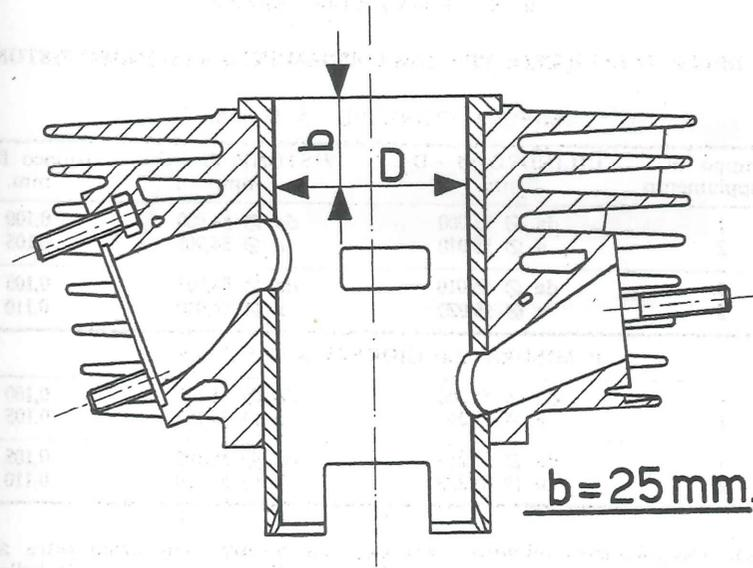
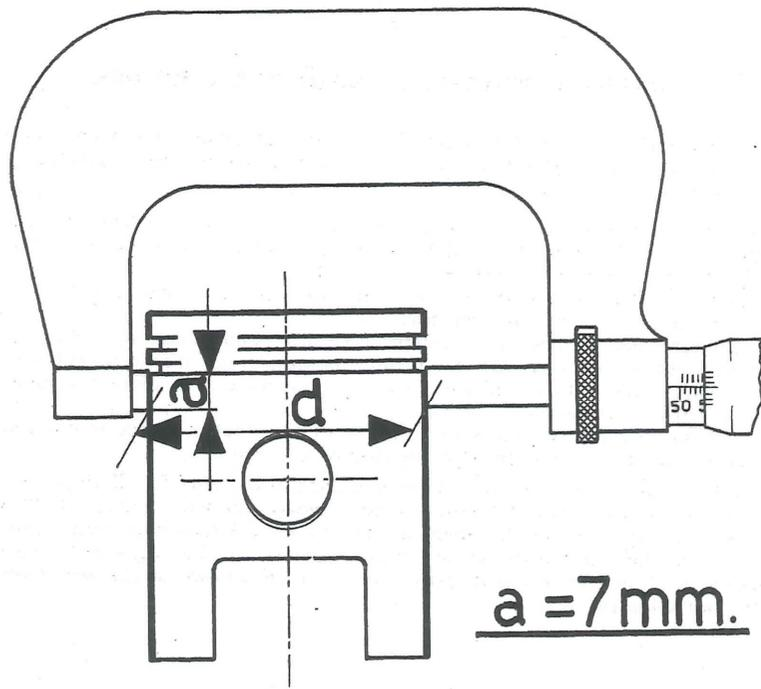

Fig. 41 - Rilievo misura cilindro
Fig. 42 - Rilievo misura pistone
- Qualora sia necessario montare un pistone nuovo, si deve sempre eseguire l'operazione d'accoppiamento del pistone al cilindro, secondo le tolleranze prescritte nella tabella a pag. 40. Il diametro del cilindro deve essere misurato nella posizione «D» fig. 41) con un calibro centesimale per fori. Il diametro del pistone deve essere misurato nella posizione «d» con un calibro centesimale (fig. 42). La misura nominale del diametro del pistone, è marcata sulla testa del pistone, solo nei pistoni con il diametro superiore alla misura «standard» di $\varnothing 55$. La misura marcata, indica solo i decimi di millimetro, è necessario quindi, misurare sempre il pistone con un calibro centesimale.